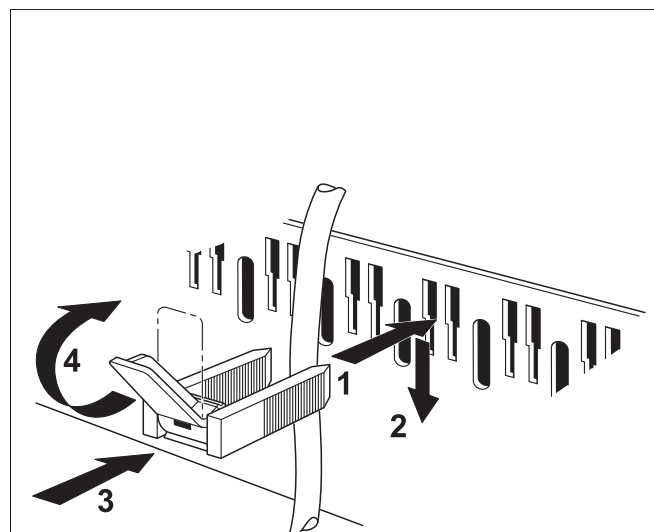

Рис. 14 Крепление провода хомутом
- Все провода закрепить хомутами (рис. 14):
- Вставить хомут с проводом сверху в шлицы рамки (рис. 14); пластинка рычага должна быть при этом направлена вверх (рис. 14, шаг 1).
- Сдвинуть хомуты вниз (рис. 14, шаг 2).
- Нажать на хомут (рис. 14, шаг 3).
- Повернуть рычажок вверх (рис. 14, шаг 4).